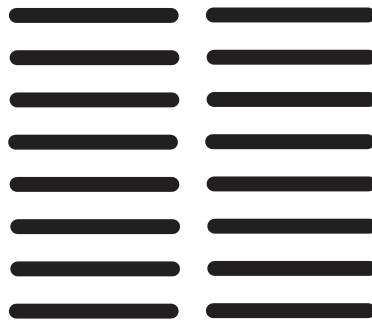

Figura 8
- La distancia a la superficie de trabajo controla la anchura de las líneas. Si se sujeta la brocha neumática cerca a la superficie de trabajo, se obtendrá una línea delgada y, si se la sujeta más lejos de la superficie de trabajo, se obtendrá una línea más gruesa. Practique controlando la distancia a la superficie de trabajo hasta rociar líneas parejas. Ver la Figura 8.